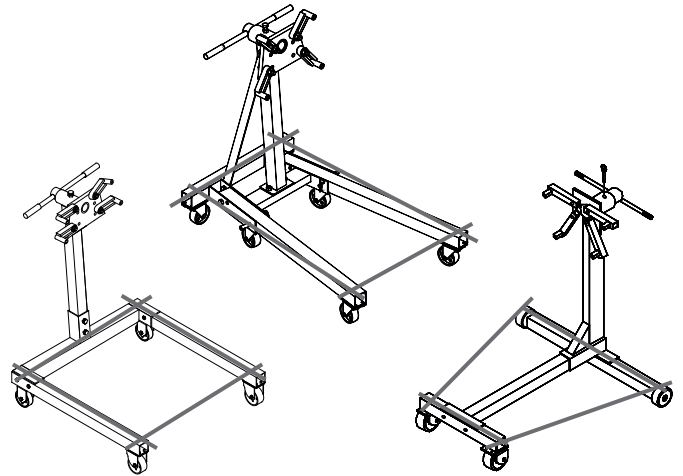

Figura 9: límite de carga periférico del soporte de motor
**ADVERTENCIA:** **SIEMPRE** verifique que el producto y la aplicación sean compatibles. **NUNCA** cargue el soporte de motor con un motor que se extienda más allá de la línea imaginaria dibujada que conecta las líneas centrales de los ejes de las ruedas/ruedecillas delanteras y traseras, como se muestra en la Figura 9.